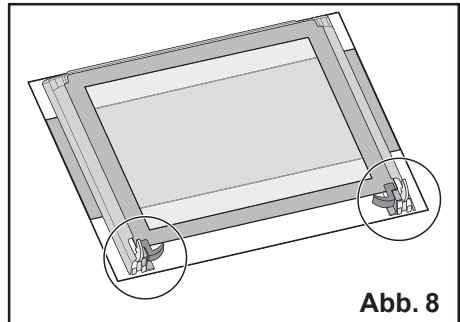

Abb. 8
6. legen Sie die Tür auf festem Boden ab (Abb. 8) und schützen Sie die Oberfläche des Griffs mit einem weichen Tuch;